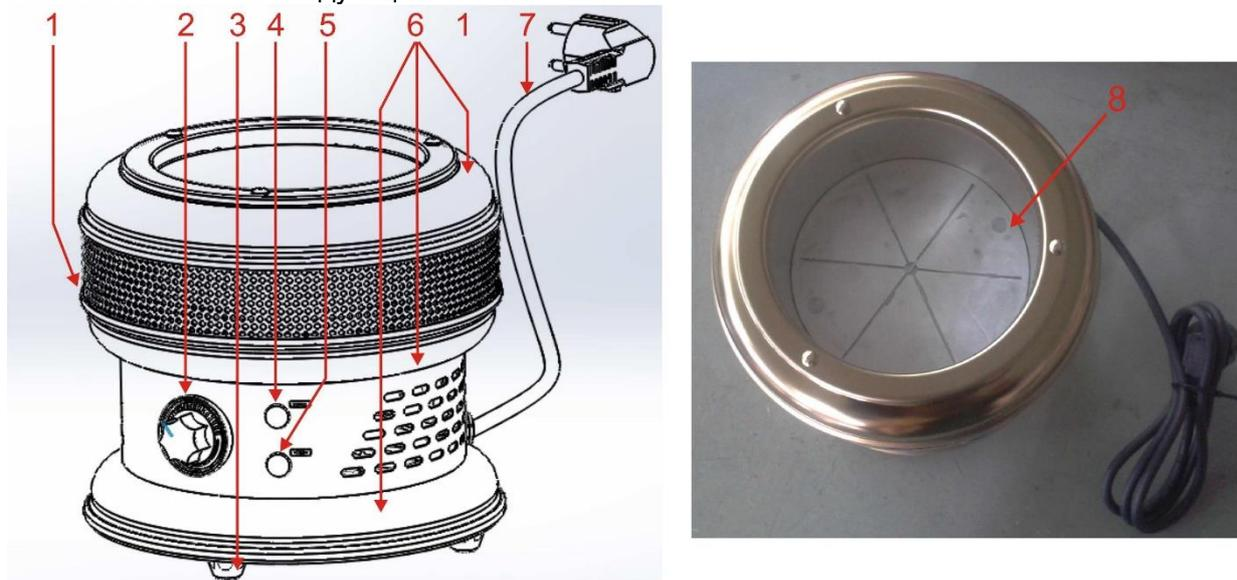

Рисунок 2: Компоненты прибора
- Открыть пакет с песком и равномерно распределить его по нагревательной пластине (8 Рис. 2).
- Включить шнур питания в розетку (7 Рис. 2).
- Повернуть регулятор температуры по часовой стрелке до конца шкалы (2 Рис. 2).
- Убедиться, что горят и индикатор питания, и индикатор нагревательного элемента (**4 и 5 Рис. 2**).